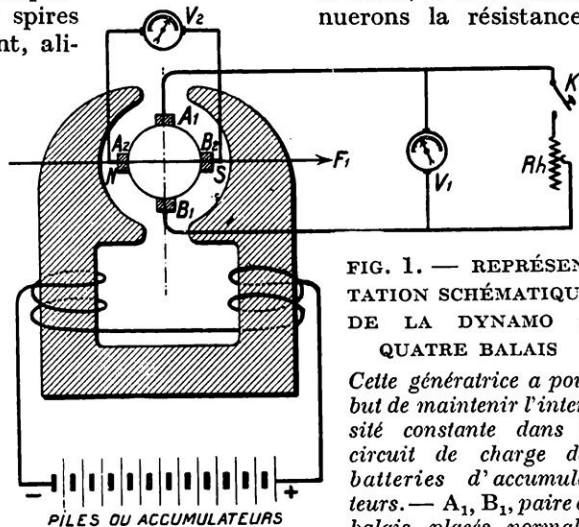
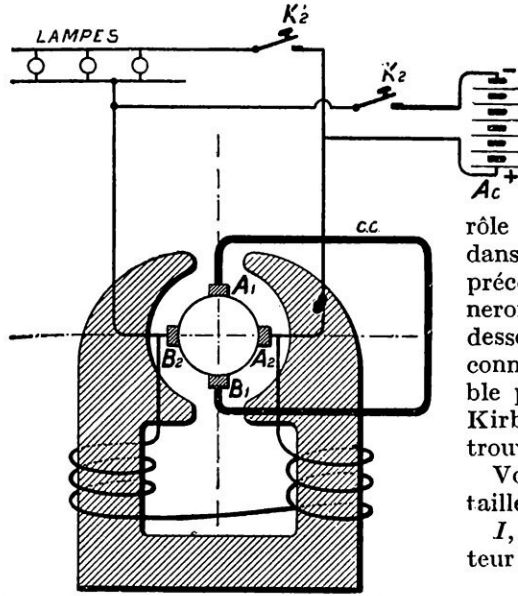

FIG. 1. — REPRÉSENTATION SCHEMATIQUE DE LA DYNAMO A QUATRE BALAIS
FIG. 3. — SCHÉMA MONTRANT L'UTILISATION PRATIQUE DE LA DYNAMO A QUATRE BALAIS
Les balais  $A_1 B_1$  (fig. 1) étant placés en position normale sur la ligne neutre de la dynamo, intercalons un voltmètre  $V_1$ , en dérivation entre ces balais. La génératrice tournant à vitesse constante, la machine va s'amorcer et nous constatons une certaine force électromotrice (f. é. m.) mesurée par le voltmètre  $V_1$ ; le flux d'induction  $F_1$  est dirigé suivant l'axe des pôles inducteurs.
Après l'avoir ainsi constaté, coupons ce courant. Plaçons alors deux balais supplémentaires  $A_2, B_2$  (fig. 1 et 2) perpendiculairement aux premiers, c'est-à-dire suivant la ligne des pôles, et branchons un second voltmètre  $V_2$  sur ces balais. La dynamo tournant toujours à la même vitesse, nous constaterons que  $V_2$  ne bouge pas et que la force électromotrice entre  $A_2$  et  $B_2$  est nulle. Mais, si nous fermons l'interrupteur  $K_1$ , le courant (continu) va s'établir dans le
Puisque la force électromotrice de la machine reste constante, on peut donc sans inconvénient supprimer les accumulateurs, que nous avions introduits seulement (fig. 1) pour faciliter la démonstration, et qui servaient à exciter séparément la dynamo, et raccorder alors le circuit d'excitation directement aux balais (fig. 3).
En effet, supposons que l'induit tourne en sens contraire et revenons à la figure 1 (démonstrative). Comme l'excitation séparée est immuable, le flux primitif  $F_1$  ne change pas et le courant de court-circuit entre  $A_1$  et  $B_1$  sera inversé ; mais le flux
Sur cette figure, on voit les deux balais supplémentaires  $A_2 B_2$ , perpendiculaires à la direction des balais  $A_1 B_1$ . En plus du voltmètre  $V_1$ , on branche un second voltmètre en dérivation sur les nouveaux balais  $A_2 B_2$ . En fermant l'interrupteur  $K_1$  (fig. 1), on constate la déviation de  $V_2$  et la tension entre les balais  $A_2 B_2$ . On met alors les balais  $A_1 B_1$  en court-circuit (cc) ; la tension  $V_2$  devient maximum. —  $K_2$ , interrupteur de circuit d'utilisation (lampes ou accumulateurs) ;  $F_1$ , flux inducteur constant ;  $F_2$ , flux magnétique se fermant par les pièces polaires ;  $F_3$ , flux magnétique produit par le débit des balais  $A_2 B_2$  et en sens inverse du flux primitif  $F_1$ .
$A_2$  et  $B_2$  n'est pas inversée, on peut *supprimer l'excitation séparée* et alimenter le circuit inducteur directement sur ces balais et finalement arriver à la figure 3.
*L'ensemble des trois flux  $F_1 F_2 F_3$  s'équilibrant entre eux, ne permet pas de dépasser une certaine intensité limite du courant. Dans la pratique, on supprime les accumulateurs d'excitation (figures 1 et 2) et on alimente le circuit inducteur des électro-aimants directement sur les balais polaires  $A_2$  et  $B_2$ . —  $K_1$  et  $K_2$  sont les interrupteurs permettant de charger des batteries d'accumulateurs (Ac) ou d'allumer des lampes à incandescence par le circuit d'utilisation  $A_2 B_2$ , les balais  $A_1 B_1$  restant toujours en court-circuit (cc).*